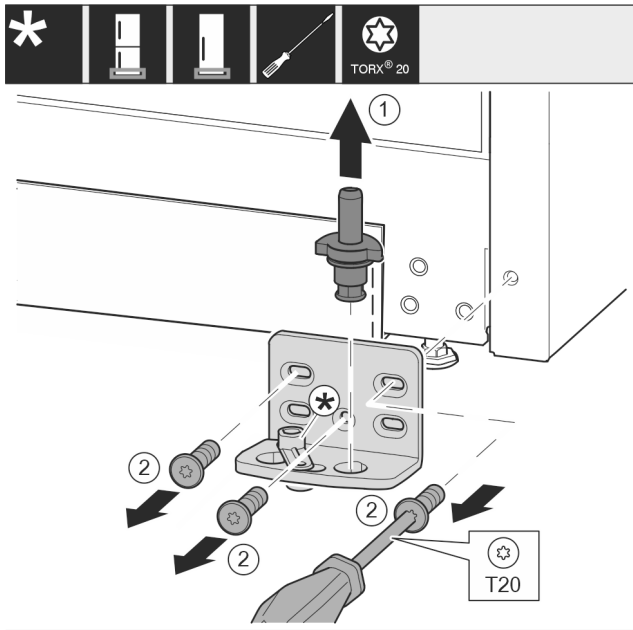

Fig. 13
- Træk lejebolten Fig. 13 (1) helt op.
- Skru skruerne Fig. 13 (2) ud med en skruetrækker, og tag hængslet af.